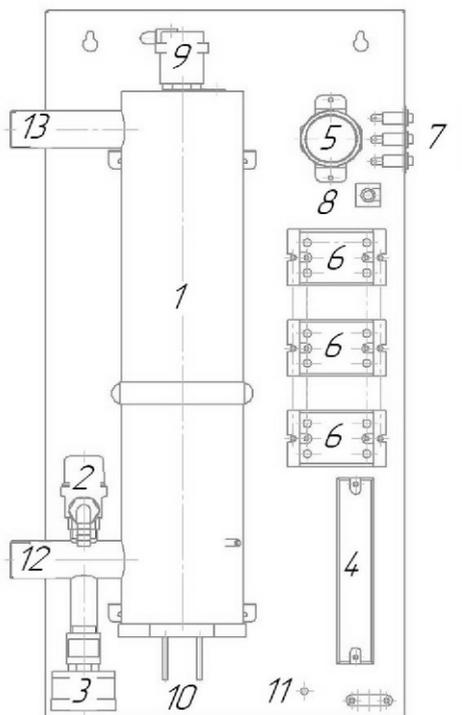

Рисунок 1
Температура теплоносителя регулируется термостатом (5 (регулятором на фронте котла)) с диапазоном регулирования 35-85°C. Верхний и нижний патрубки предназначены для встраивания электрического котла в систему отопления. Верхний патрубок (13) для подачи теплоносителя к потребителю и нижний (12) соответственно к обратке от потребителя тепла (Рис.1).